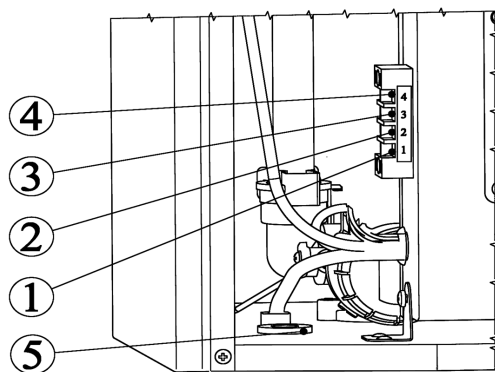

Рис. 8. Подключение дополнительных устройств
- удалить перемычку между клеммами 1 и 2 на колодке блока управления (рисунок 8);
- продеть двухпроводной кабель, идущий от термостата, через проходную муфту 5 в корпусе и подключить его к клеммам 1 и 2 (рисунок 8);
- продеть двухпроводной кабель, идущий от датчика, через проходную муфту 5 в корпусе и подсоедините его к клеммам 3 и 4 (рисунок 8);